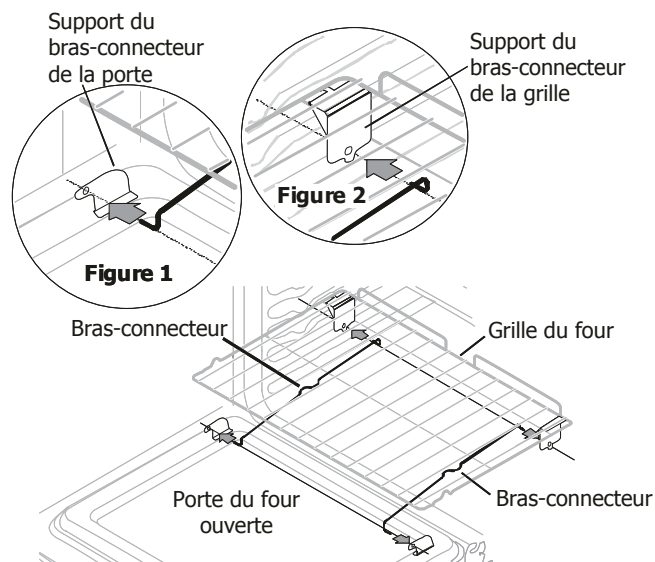

Figure 3 - Installation de la grille Effortless^{MC}
4. Assemblez un bras-connecteur à la fois. Avec la porte du four ouverte et la grille en place, installez un bout du bras-connecteur dans le trou du support du bras-connecteur situé sur la porte (Figure 1) et l'autre bout du bras-connecteur dans le trou du support bras-connecteur de la grille (Figure 2 et à la figure 3). La grille devra être tirée hors du four ou repoussée dans le four pour ajuster la position de la grille avec la longueur du bras-connecteur.